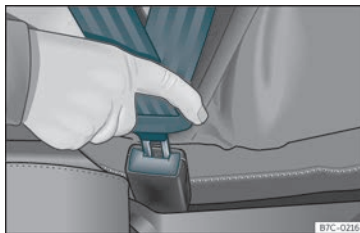

Fig. 9 Insertar a lingueta do cinto de seguridade na súa pechadura.
- Encaste a lingueta na pechadura do asento correspondente »» fig. 9.